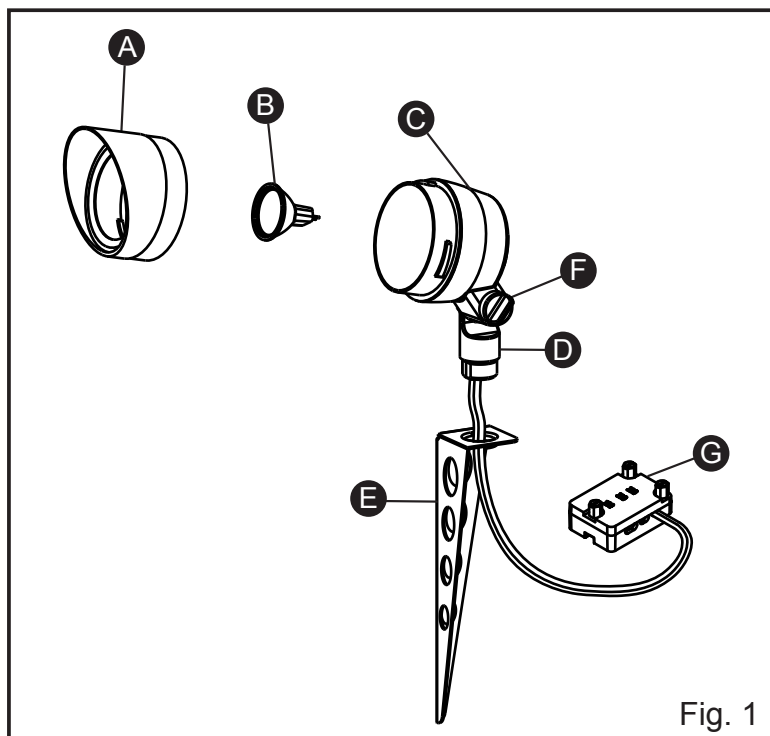

Fig. 1
1. Retirez soigneusement le luminaire de son emballage de protection. (Fig. 1)
2. Fixez le piquet (E) au poteau (D) en le tournant dans le sens horaire. (Fig. 1)
3. Dévissez le couvercle à lentille (A) en le tournant dans le sens antihoraire. (Fig. 1)
4. Insérez l'ampoule (B) dans la douille d'ampoule. Utilisez un chiffon doux pour manipuler l'ampoule puisque le gras de la peau peut l'endommager. (Fig. 1)
5. Remplacez le couvercle à lentille (A) sur le boîtier du projecteur (C) en le tournant dans le sens horaire. (Fig. 1)
6. Réglez l'angle du luminaire en desserrant la vis de réglage (F) et en la resserrant. (Fig. 1)